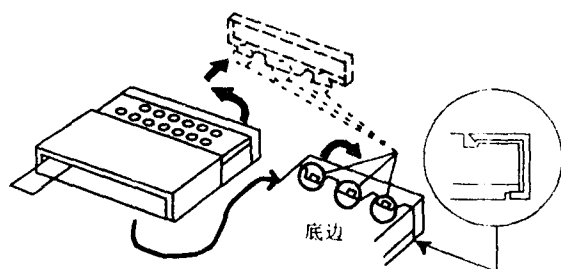

图 8
1. 如图 8 所示, 取出指示灯板 (底边) 的 3 个钩子。